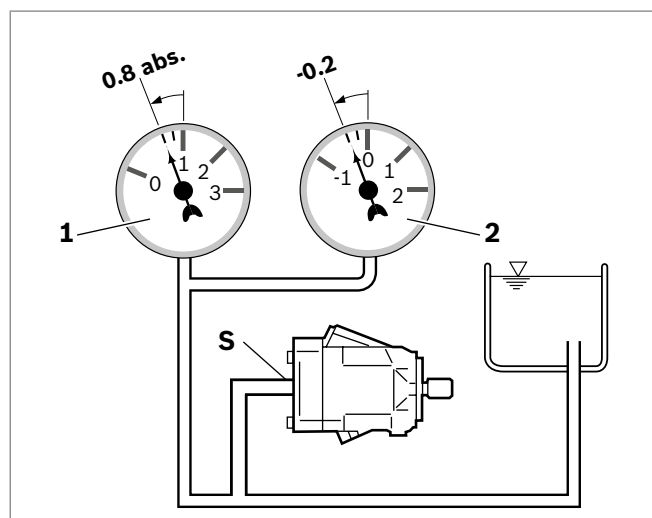

Fig. 6: Pressione di aspirazione
- ▶ Accertarsi che, in tutte le disposizioni e posizioni di montaggio in esercizio, nella pompa a pistoncini assiali sia presente una pressione di aspirazione minima pari a 0,8 bar assoluti all'attacco **S**, vedere Fig. 6. Accertarsi che valgano i valori indicati nella scheda tecnica riferiti al regime massimo per un'aspirazione di 1 bar assoluto sull'attacco di aspirazione **S**. Per ulteriori valori, vedere la scheda tecnica.